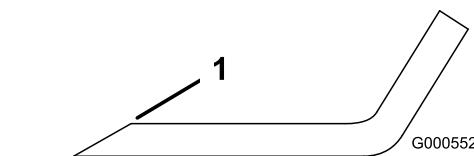
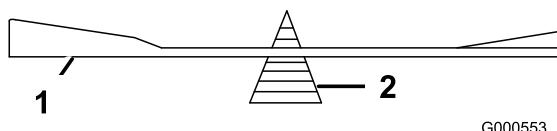

Figure 49
Figure 50
2. Vérifiez l'équilibre de la lame en la plaçant sur un équilibrage (Figure 50). Si la lame reste horizontale, elle est équilibrée et peut être utilisée. Si la lame est déséquilibrée, limez un peu l'extrémité de la partie relevée seulement (Figure 49). Répétez cette procédure jusqu'à ce que la lame soit équilibrée.